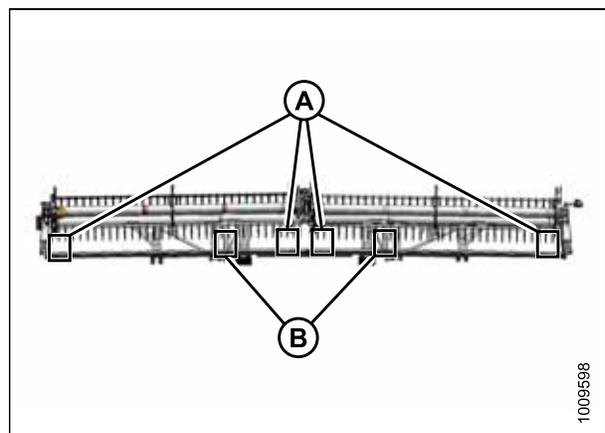

Рисунок 5.219: Точки замера
8. Измерьте зазор (X) между точками (С) и (D) на концах каждого мотовила (А) и на гибких узлах (В). (См. рис. 5.219, страница 474, чтобы уточнить точки замера.)